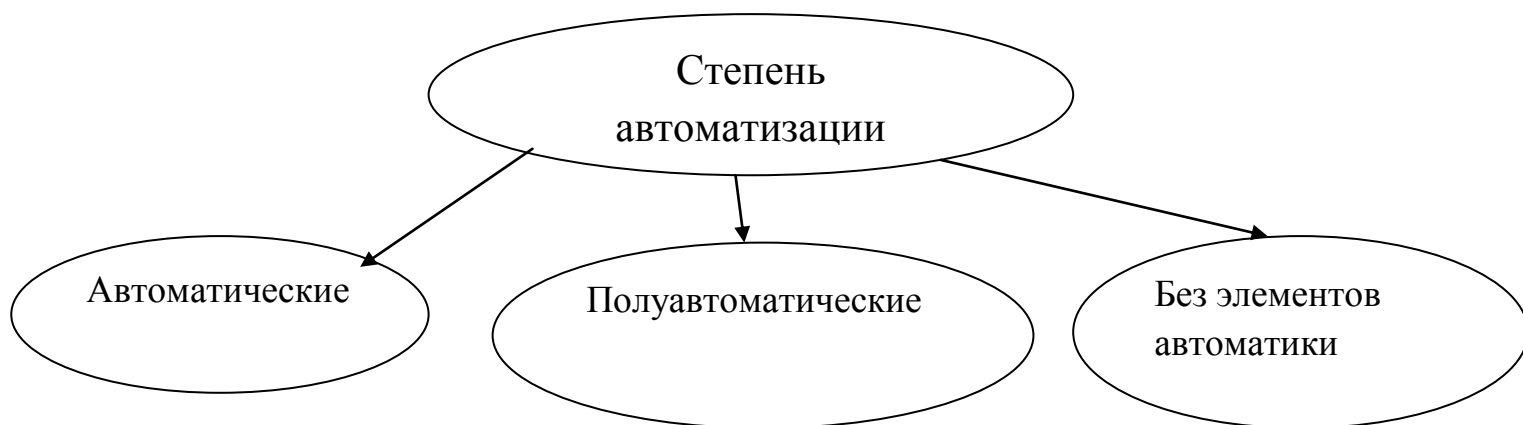

Рисунок 12- Классификация по степени автоматизации
*12. По степени автоматизации* .электробытовые товары классифицируются на (рисунок 12)